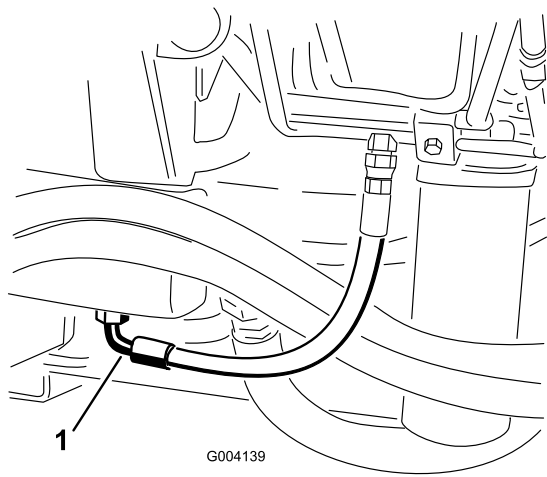

図 67
3. タンク **図 67** の下についているフィッティングの下に、オイルを受ける大型の容器を置く。